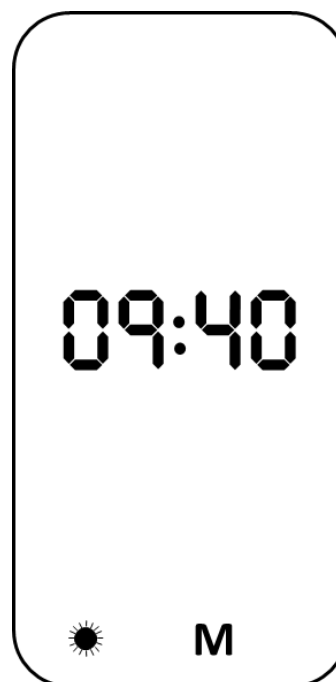

Bild 3-5 Beispiel: Anzeige nach bestandenem Selbsttest (**M**= Messdaten im Speicher,  Messphase Tag)
- ob sich Messdaten im Speicher befinden (**M**) (siehe Bild 3-5).